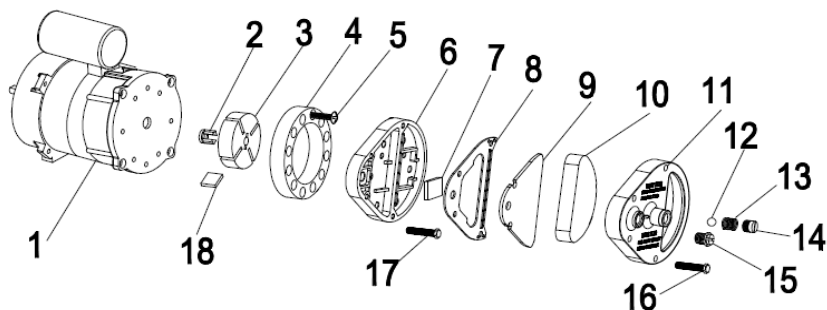

Рис. 9
Очистіть повітряні фільтри. Зніміть торцеву кришку фільтра (11), промийте повітрязабірний фільтр (10) легким м'яким засобом і ретельно висушіть його перед повторним встановленням. Замінійте фільтр подачі повітря (9) один раз на рік (Рис. 9)